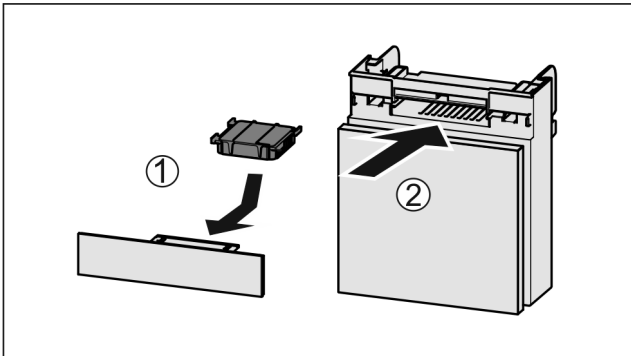

Fig. 173
- ▶ Vložte aktívny uhlíkový filter podľa obrázka Fig. 173 (1).
- ▶ Zasuňte zásuvku Fig. 173 (2).